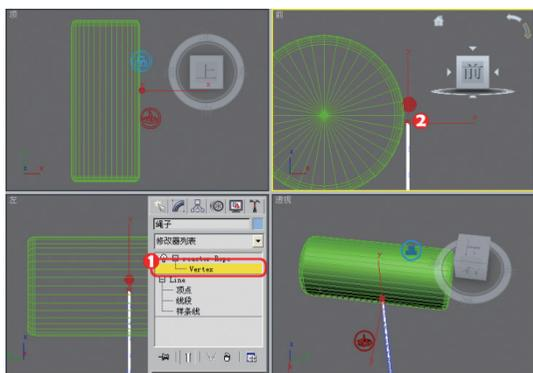

图9-100 选择顶点
**04** 展开reactor Rope选项，选择其中的Vertex选项，并选择如图9-100所示的顶点。